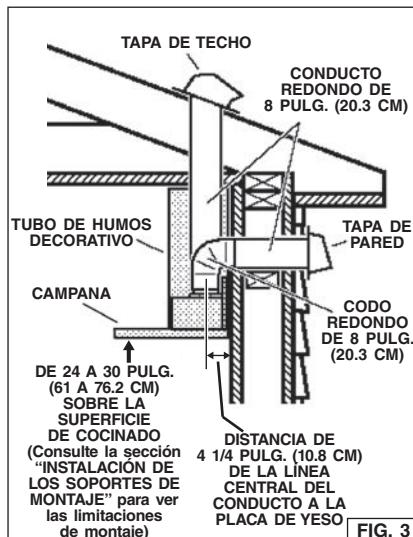

FIG. 3
1. Decida dónde instalará el conducto entre la campana y el exterior. Fig. 3.